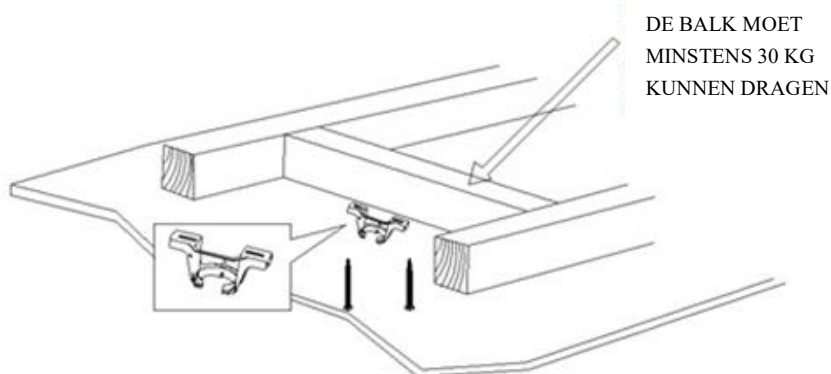

Afb. 1
- Haal de ventilator voorzichtig uit de verpakking en controleer of alle onderdelen aanwezig zijn. Bekijk Afb. 1.